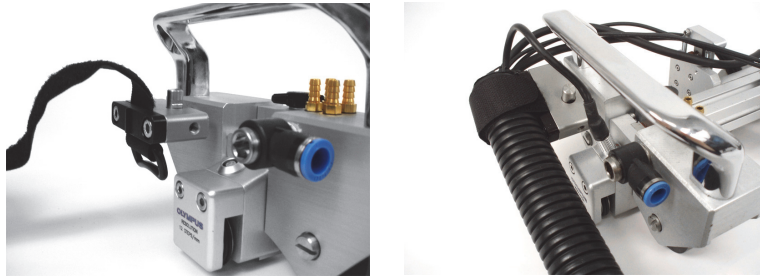

Abbildung 2-9 Gelockerter Riemen (*links*) und gespannter Riemen (*rechts*)
2. Lockern Sie den Riemen, wickeln Sie ihn um das Verbindungskabel. Führen Sie den Riemen wieder in die Schnalle ein und ziehen Sie ihn fest (Abbildung 2-9 auf Seite 43).